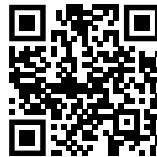

Fig. 143
▶ 请打开 Liebherr SmartMonitoring Dashboard。 (参见 Fig. 143)